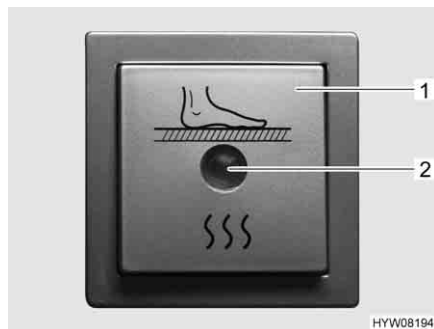

Fig. 67 Interruttore per riscaldamento elettrico del pavimento
- Premere l'interruttore a bilico (Fig. 67,1). La spia di controllo nell'interruttore (Fig. 67,2) si accende.
- Premere l'interruttore a bilico (Fig. 67,1). La spia di controllo (Fig. 67,2) nell'interruttore si spegne.